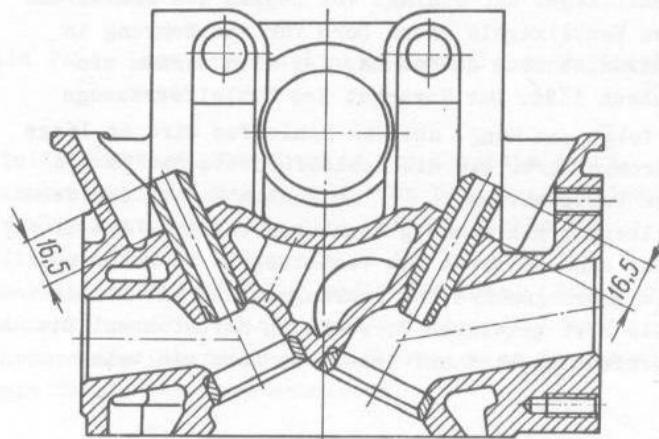

Bild 2-80. Lage der Ventilführungsbuchse nach Eintreiben in Zylinderkopf des Motors 331.10
- in die aufgeriebene Bohrung im Zylinderkopf eine Reparaturbuchse mit um 0,15 mm vergrößertem Außendurchmesser (15,172-15,184 mm) eintreiben. Das Eintreiben mit demselben Dorn wie für das Austreiben durchführen. Vor dem Eintreiben die aus Metallkeramik gefertigten Führungsbuchsen vorhergehend mindestens im Lauf von 1,5 Stunden mit Motorenöl tränken. Beim Eintreiben das in Bild 2-80 angegebene Maß einhalten;